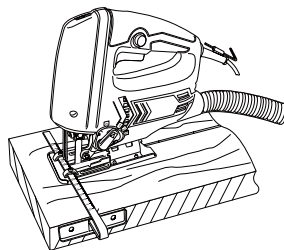

Fig. 14
- > Coloque a guia paralela (13) no produto tal como foi descrito antes e ajuste-a à largura desejada (Fig. 14).